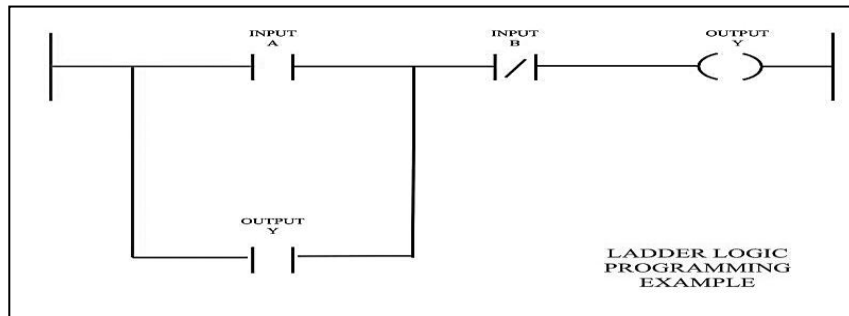

Figure 2.2 Ladder diagram
या सर्वापैकी, लॅडर डायग्राम (LD) प्रोग्रामिंग लॅंग्वेज उद्योगात प्रामुख्याने वापरली जाते. लॅडर डायग्राम (एलडी) ला लॅडर लॉजिक असेही म्हणतात. ते प्रोग्राम करण्यायोग्य लॉजिक कंट्रोलर्ससह वापरले जाते. साधारणपणे, लॅडर डायग्राम जगभरात (भारतासह) सर्वात लोकप्रिय आहे. ही लॅंग्वेज शिकणे सोपे आहे. जर तुम्ही लॅडर डायग्राम पाहिली तर ती इलेक्ट्रिकल सर्किट डायग्रामसारखीही दिसते. लॅडर लॉजिकमध्ये स्टेप्स, इंस्ट्रक्शनस आणि ब्रांचेस असतात. खालील figure 2.2 मध्ये आरएस लॉजिक्स 500 प्रोग्रामिंग सॉफ्टवेअरमधील मुख्य घटक दाखवले आहेत. बेसिक लॅडर डायग्रॅमचे उदाहरण खालील प्रमाणे: